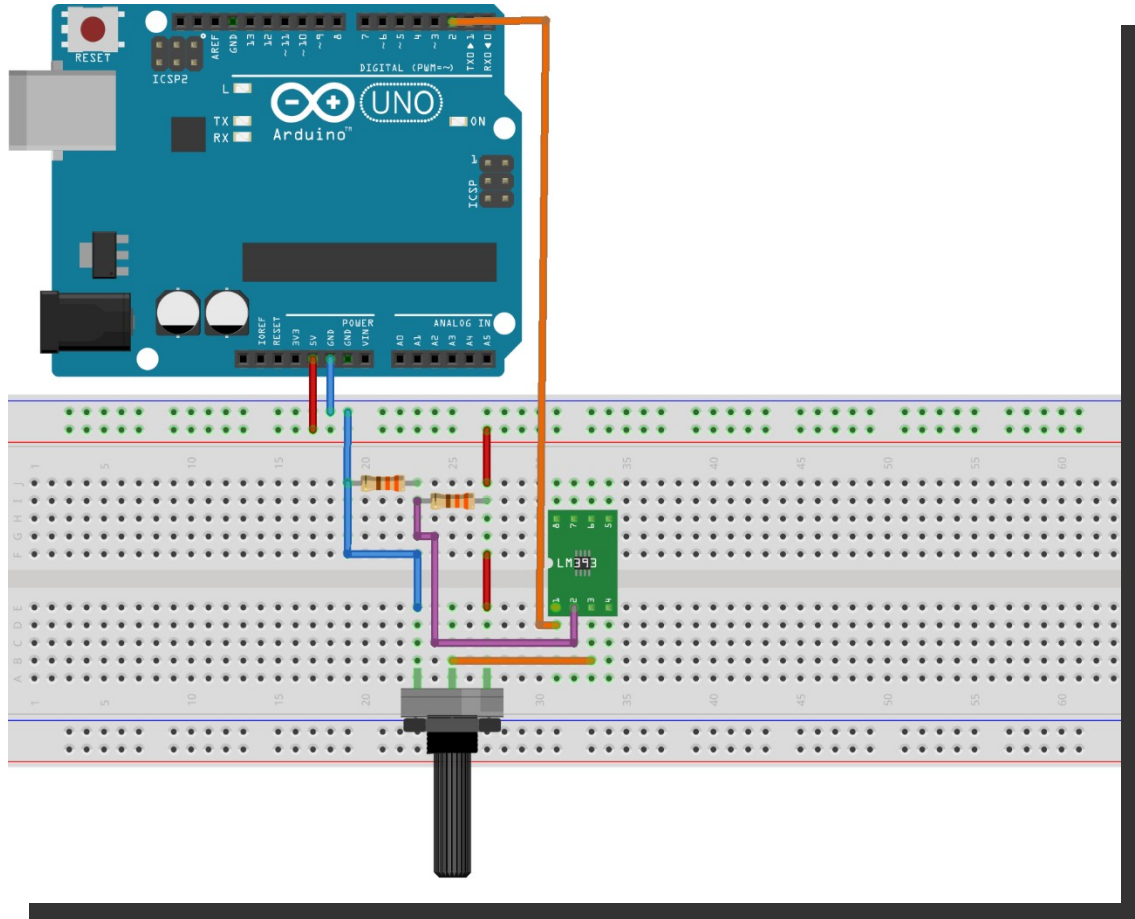

Figura 7. Diagrama de conexiones simbólicas de un amplificador operacional a una entrada analógica al Arduino.
5. Utilizando el amplificador operacional LM339 como comparador, conecte la salida de la fotoresistencia del punto anterior a la entrada positiva del comparador y a la entrada negativa conecte un divisor de voltaje con un potenciómetro de 100K ohms, como se muestra en la figura 7. Varié el potenciómetro hasta que la salida del comparador pueda distinguir diferentes estados de iluminación. Conecte la salida del comparador a una entrada digital del Arduino.